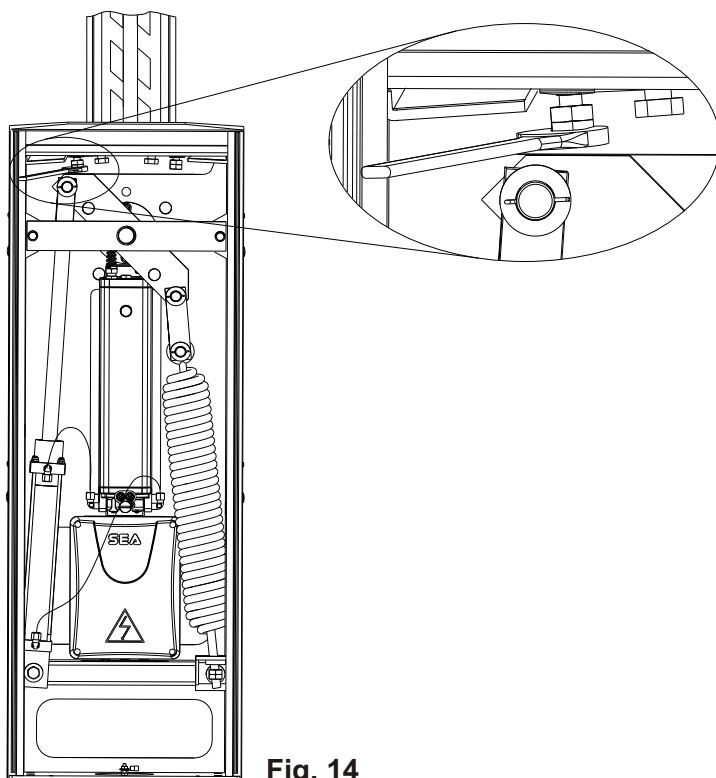

Fig. 14
- Déverrouiller les vis de fin de course en dévissant les écrous de serrage sur le fin de course (Fig. 14).
- Dévisser ou visser les vis de fin de course jusqu'au point où la lisse se ferme en position parfaitement verticale en ouverture et en position parfaitement horizontale en fermeture (Fig. 14).